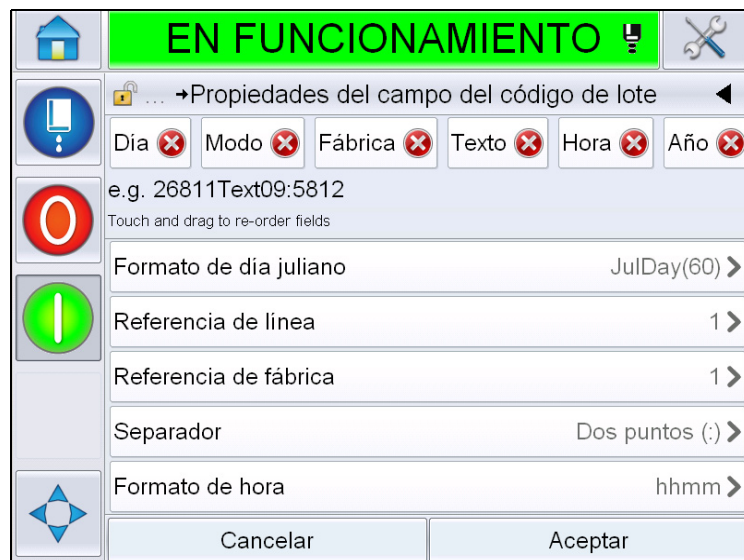

Figura 5-30: Página *Lot Code Field Properties* (Propiedades del campo del código de lote)
- 9 Toque . Muestra la página *Add Field (Agregar campo)*. Seleccione el campo de código de hora/lote. Muestra la página *Lot Code Field Properties (Propiedades del campo del código de lote)* (Figura 5-30).